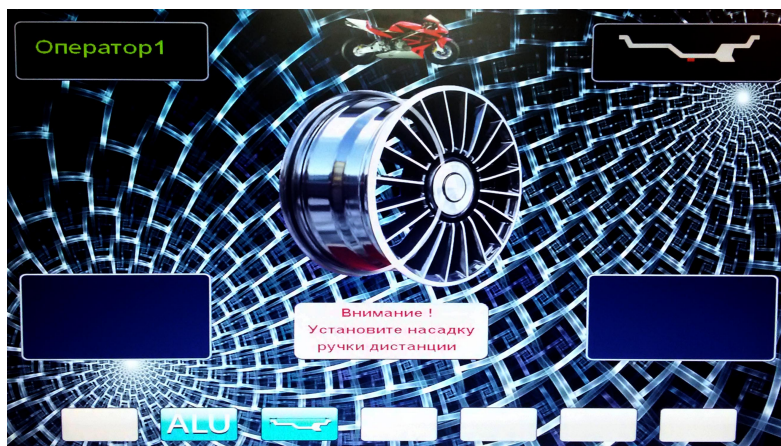

Рис. 22.1.
22.2. Для входа в режим балансировки колёс мотоциклов нажмите кнопку «MENU», в открывшемся окне MENU выберите пункт 2 «Мотоцикл», нажав кнопку 2. На экране основного рабочего режима появится изображение мотоцикла и надпись: «Внимание! Установите насадку ручки дистанции» (рис.22.1).